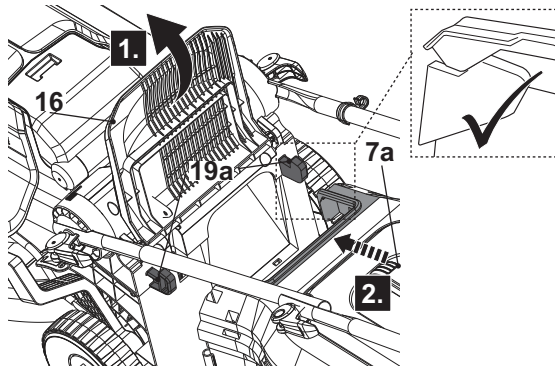

Fig. 7
4. Ouvrez le capot du déflecteur (16) et maintenez-le en place (Fig. 7, étape 1).
5. Portez le bac de ramassage (7) par sa poignée de transport (7a).
6. Alignez le support avec les crochets (19a) et accrochez le bac de ramassage (Fig. 7, étape 2).
7. Relâchez ensuite délicatement le capot du déflecteur (16).